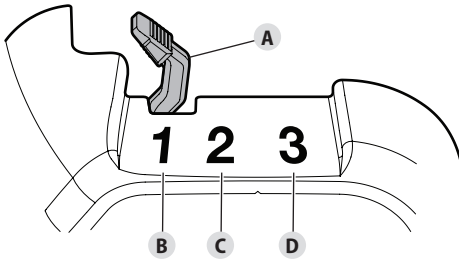

Fig. 13
2. Déplacez le levier d'étrangleur (Fig. 13-A) en **Position 1** (Fig. 13-B).
- Déplacez le levier d'étrangleur en **Position 2** (Fig. 13-C).
- Déplacez le levier d'étrangleur en **Position 3** (Fig. 13-D). Laissez le moteur se réchauffer pendant 60 secondes de plus. L'appareil peut être utilisé pendant ce laps de temps.